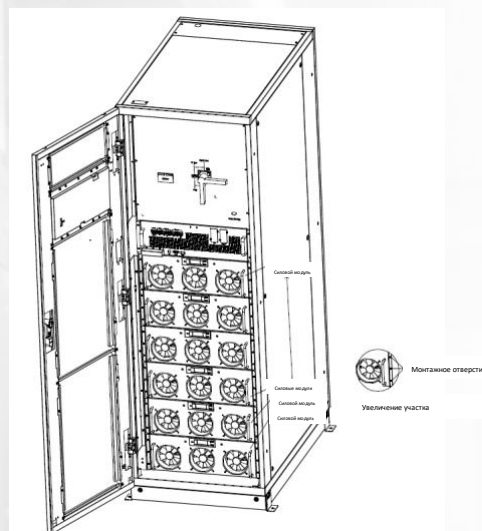

Рис. 2-9 Установка силовых модулей
Место установки силового модуля показано на рис. 2-9. Устанавливайте силовые модули снизу вверх, чтобы избежать наклона шкафа из-за высокого расположения центра тяжести. Установка силового модуля выполняется следующим образом (в качестве примера использован ИБП мощностью 300 кВА):
- 4) Закрепите модуль в шкафу с помощью монтажных отверстий с двух сторон передней панели модуля, как показано на рис. 2-9.